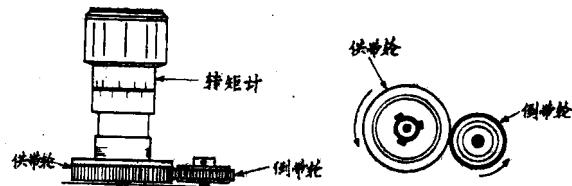

图20
3. 以倒带方向慢慢转动转矩计。这样, 带轮和转矩计指针都以同样的速度移动; 观察这一读数应大于420gr.cm(规定值)。见图20。